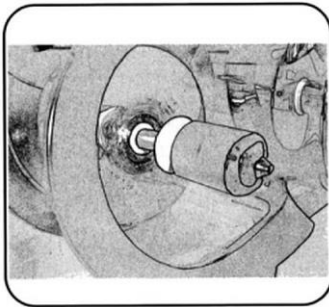

Fig.36
8. Fugt derefter spiraltætningerne med vand (fig. 36).